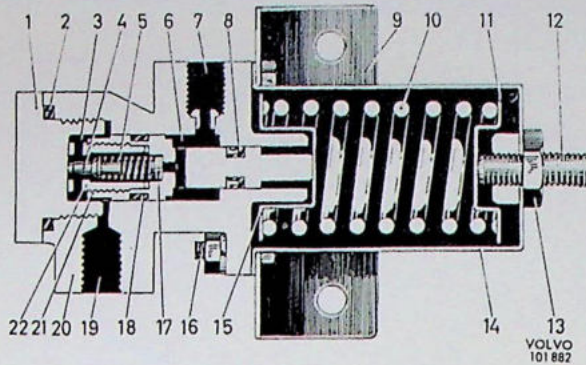
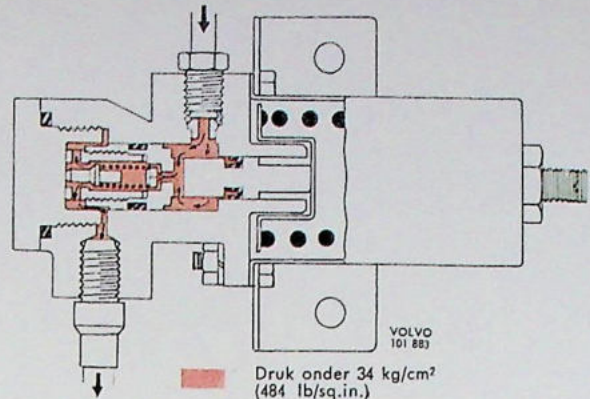

Fig. 5-34. Konstruktie van de remkrachtverdeler
Fig. 5-35. Rem in werking
De konstruktie van de remkrachtverdeler laat Fig. 5-34 zien en de werking is als volgt:
Wanneer de voetrem wordt ingedrukt, gaat de druk van de hoofdcilinder naar aansluiting (7, Fig. 5-34). De druk plant zich vervolgens voort door cilinder (6), het dwarskanaal, passeert de kleppen (17) en (4) naar cilinder (3) en gaat dan naar aansluiting (19) naar de achterwielcilinders; zie Fig. 5-35. De hydraulische druk per oppervlakte eenheid is op de verschillende delen van de zuiger (21) gelijk, doch daar het drukoppervlak van de zuiger in cilinder (3) groter is dan dat in cilinder (6), zal de ontwikkelde kracht de zuiger naar rechts in de figuur willen bewegen. Dit wordt echter tegengewerkt door de spanning van de veer (10). Wanneer de hydraulische druk de 34 kg/cm^2 (484 lb/sq.in.) nadert, wordt de veerspanning overwonnen en wordt de zuiger (21) naar rechts bewogen. Door middel van de spanning van de kleinere veer (5) sluit de klep (4) de verbinding tussen de twee cilinders af en vormt twee gescheiden systemen, één voor de voorwielen en één voor de achterwielen. Bij aanhoudende verhoging van de druk in de hoofd-
Wanneer de druk op het rempedaal wordt vermindert, daalt de druk in cilinder (6). De zuiger (21) beweegt naar rechts tegen de veer (10) in. Wanneer de druk op de rechterkant van de klep (4) zo veel daalt dat de hydraulische druk aan de linkerkant in staat is om de klep te openen, wordt de verbinding tussen de beide cilinders weer hersteld. Als de druk daalt, drukt de veer (10) de zuiger naar links tot de uitgangsstand, waarbij de klep op mechanische wijze in geopende stand wordt gehouden; zie Fig. 5-35. De kompensatieklep is voorzien van gecalibreerde kanalen, waardoor een gelijkmatige doorstroming door de klep verkregen wordt.
1. Scheid het veerhuis van het hydraulische deel door de vier bouten te verwijderen (16, Fig. 5-34). Verwijder de veer en de schotels. De stelschroef mag niet verdraaid worden.